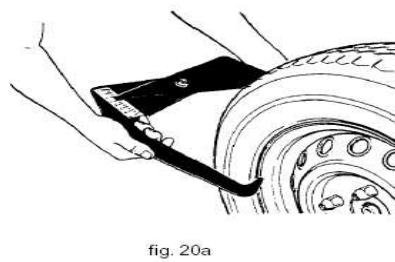

Рис.2
- значение ширины (b): считайте его непосредственно с обода или измерьте с помощью штангенциркуля, как показано на рис.2, и введите значение вручную клавишами **b+** **b-**